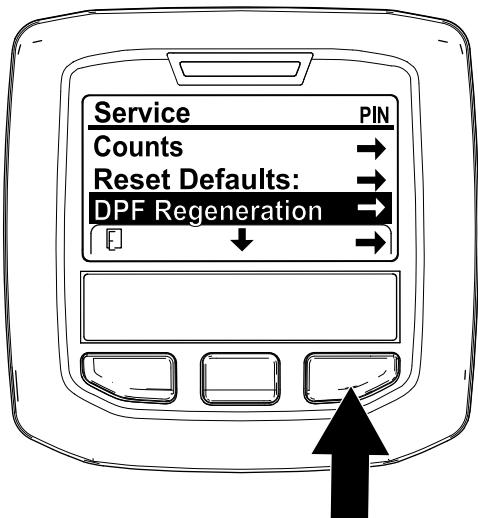

Figura 40
1. Aceda ao menu de manutenção, pressione o botão central para se deslocar para a opção REGENERAÇÃO DO DPF (Figura 40).
2. Pressione o botão direito para selecionar a entrada Regeneração do filtro de partículas de gasóleo (Figura 40).